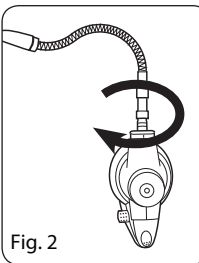

Fig. 2
1. Inserire il tubo flessibile con il manico integrato sull'ugello vapore (Fig. 2). Far allineare le tacche sull'ugello e sul tubo flessibile e ruotare la prolunga nel senso orario sino a che non entri nella sua sede.